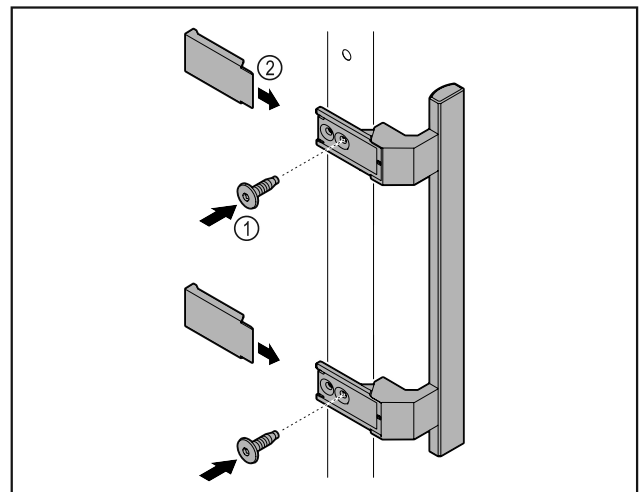

Fig. 7
- ▶ Paigaldage kaaspakist pärit käepideme kaasasolevate kruvidega Fig. 7 (1) ukse külge.
- ▶ Pange kate Fig. 7 (2) peale.